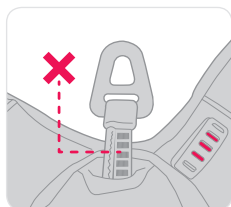

Figure 4
- Vérifiez que la corde de descente n'est pas sortie du dispositif ; cela indiquerait qu'une descente est survenue (voir Figure 4). Si la corde de descente est sortie, n'utilisez pas le dispositif.